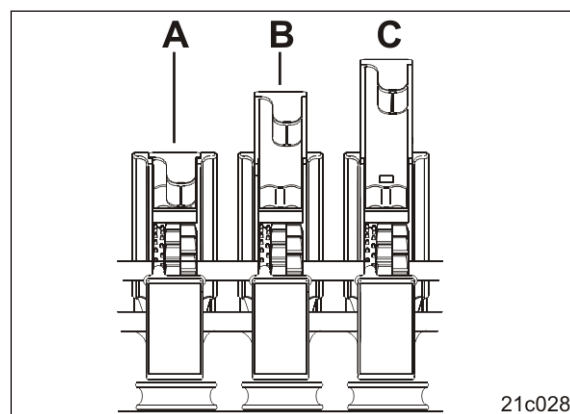

Рис. 166
2. Установите запорные заслонки (Рис. 166) на значение из таблицы (см. стр. 58).
Запорные заслонки (Рис. 166) фиксируются в одном из трех положений: